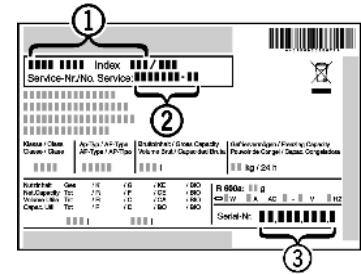

Fig. 17
- Обратитесь в сервисную службу и сообщите вид неисправности, наименование устройства *Fig. 17 (1)*, сервисный № *Fig. 17(2)* и серийный № *Fig. 17(3)*.